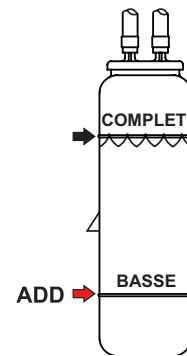

Figure 35. Réservoir de réserve du liquide de refroidissement
1. Vérifiez que le niveau de liquide de refroidissement dans le réservoir de réserve se situe entre les repères **COMPLET** et **BASSE**, comme illustré dans la Figure 35.